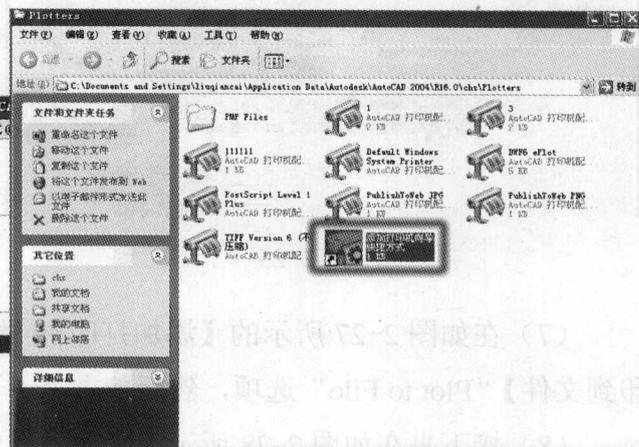
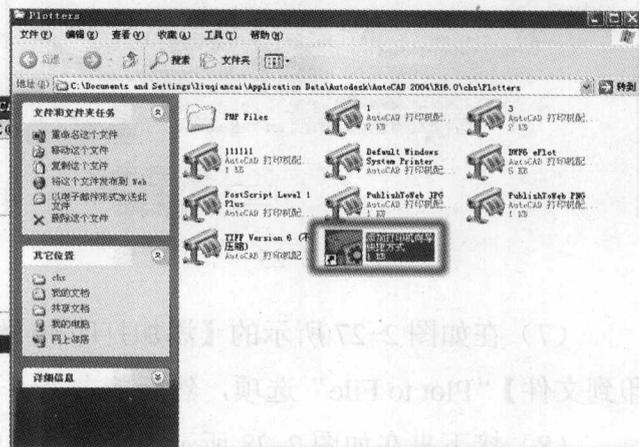

图 2-21
图 2-22
(2) 如图 2-21 所示在【文件】菜单下点击【打印机管理器】“Plotter Manager”项。会弹出如图 2-22 所示的“Plotter”对话框,在“Plotter”对话框中双击【添加打印机向导】“Add-A-Plotter Wizard”图标,添加一个新的系统打印机。